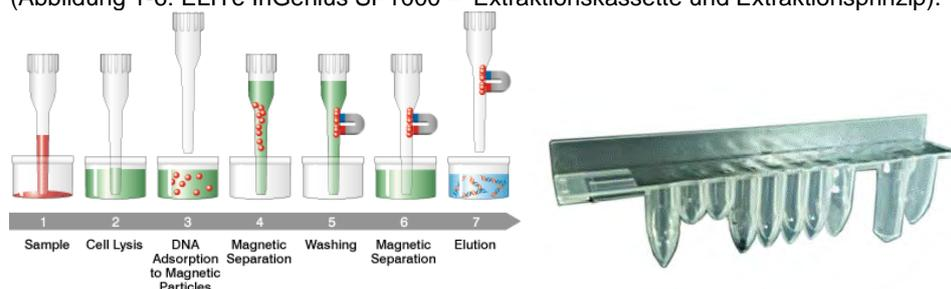

Abb. 1-6: Prinzip der Nukleinsäureextraktion und ELITE InGenius SP 1000 Extraktionskassette
- Das Reagenzset wurde für die Isolierung von Nukleinsäuren aus bis zu 1-ml-Proben optimiert. (Abbildung 1-6: ELITE InGenius SP1000 – Extraktionskassette und Extraktionsprinzip).